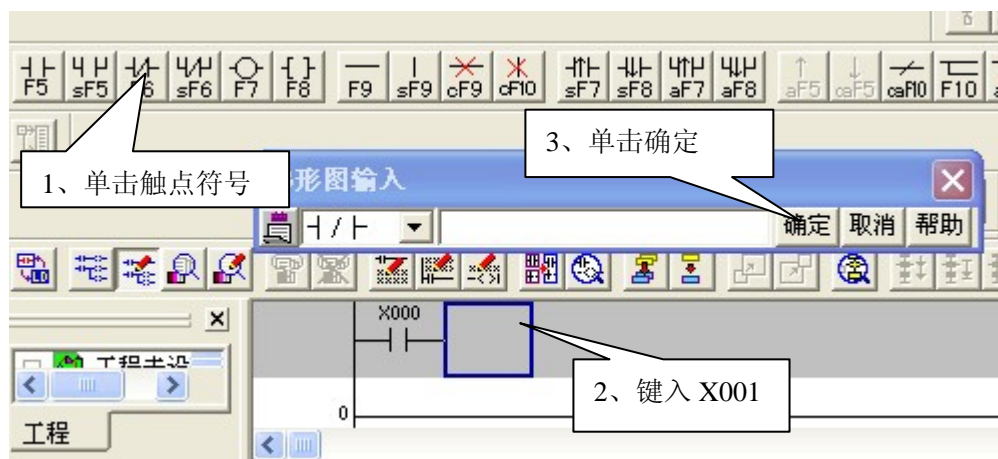

图 5-10 自保持电路编写
(2) 用鼠标左键单击  符号在弹出的对话框输入“X001”，点击“确定”后如图 5-10。